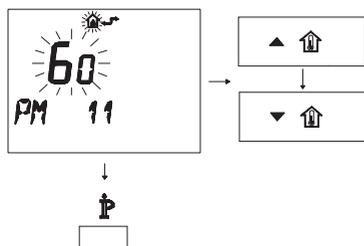

Fig. 5.59
- Per modificare il SET programmato agire sui pulsanti ▲ ⏴ o ▼ ⏴ e aspettare che il numero programmato cominci a lampeggiare (Fig. 5.59). Ogni passo incrementato o decrementato corrisponde a 1 secondo.